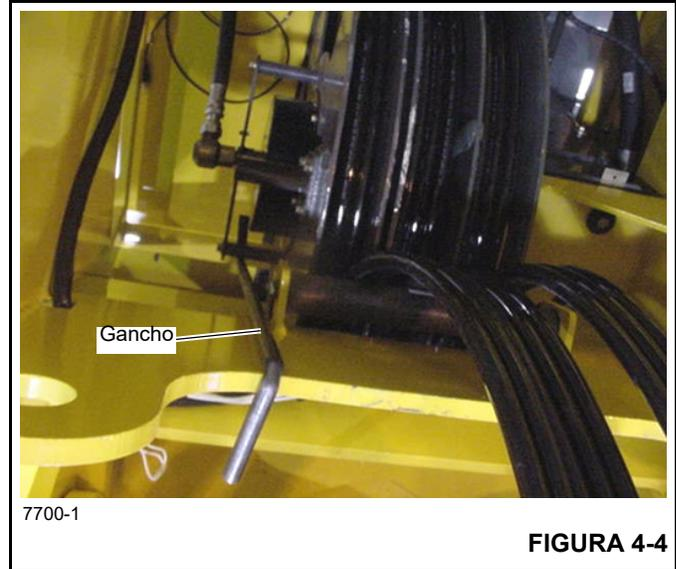

FIGURA 4-4
10. Con el gancho en S, fije el lado con carga de resorte del carrete de manguera, en la plataforma de giro, para impedir que el carrete gire antes de proceder con el siguiente paso (Figura 4-4). Meta la mano a través del agujero en la parte superior de la sección de la base, y etiquete y desconecte las líneas del carrete de manguera del colector hidráulico que se instala en la parte trasera de la sección central. Tape todas las líneas y las aberturas. Pase las mangueras a través de las ruedas en la parte trasera de la base. Si se está preparando la grúa para transportarla, fije las mangueras al malacate.